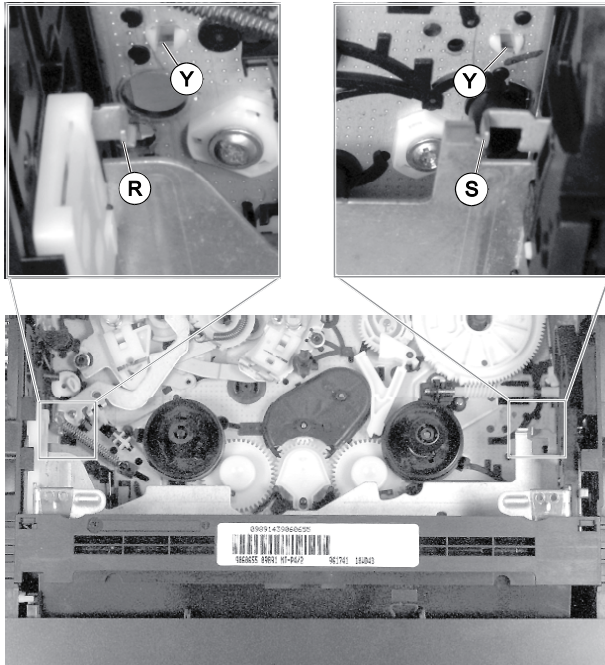
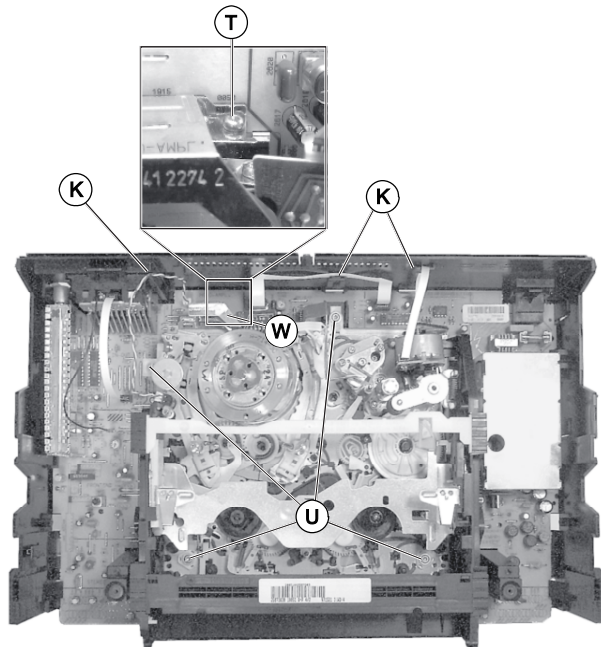

Fig. 5
Fig. 6
- Arretierungen (R) und (S) (Fig. 5) des Cassettenschachtes lösen und diesen dabei so weit nach innen schieben, bis die vorderen 2 Schrauben (U) (Fig. 6) zugänglich sind.
- 4 Schrauben (U) (Fig. 6) herausdrehen.
- 3 Kabel (K) (Fig. 6) aus den Haltern der Geräterückseite nehmen und frei legen.
- Release the locks (R) and (S) (Fig. 5) of the cassette compartment and move it inwards to gain access to the two front screws (U) (Fig. 6).
- Undo the 4 screws (U) (Fig. 6).
- Release the 3 cables (K) (Fig. 6) from their holders on the rear side of the cabinet so that they are free.
- 4 Schrauben (U) (Fig. 6) hineindrehen.
- Kabel (K) (Fig. 6) in den Haltern der Geräterückseite einlegen.
- Arretierungen (R) und (S) (Fig. 5) des Cassettenschachtes lösen und diesen dabei so weit nach innen schieben, bis die Schrauben (U) (Fig. 6) zugänglich sind.
- 4 Schrauben (U) und Masseschraube (T) (über die Bohrung der Geräterückwand zugänglich) herausdrehen (Fig. 6).
- Abschirmblech (W) (Fig. 6) nach hinten biegen.
- Rastnasen (Y) (Fig. 5) lösen und Laufwerk aus dem Gerät nehmen.
- Nach dem Einbau des Laufwerks ist die Masseverbindung zwischen Chassisplatte und Laufwerk durch Eindrehen der Masseschraube (T) (Fig. 6) herzustellen.
- Tighten the 4 screws (U) (Fig. 6).
- Fasten the cables (K) (Fig. 6) with the holders on the rear side of the cabinet.
- Release the locks (R) and (S) (Fig. 5) of the cassette compartment and move it inwards to gain access to the screws (U) (Fig. 6).
- Undo the 4 screws (U) and the earthing screw (T) (accessible through the hole of the cabinet rear side) (Fig. 6).
- Push the shielding plate (W) (Fig. 6) to the rear.
- Disengage the locking lugs (Y) (Fig. 5) and remove the Drive Mechanism.
- After having re-fitted the Drive Mechanism, re-establish the chassis connection between the Chassis Board and the Drive Mechanism by tightening the earthing screw (T) (Fig. 6).